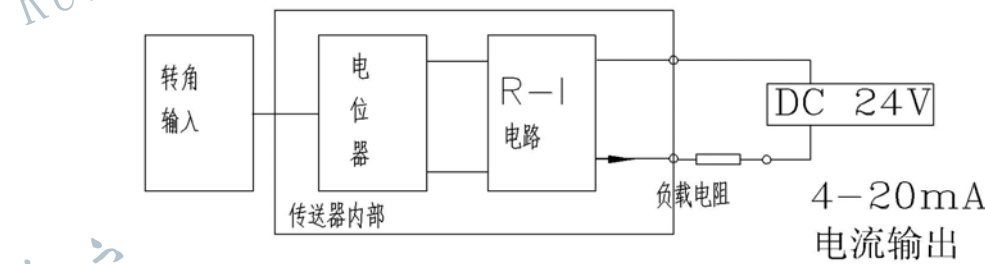

图 8 ZWCJ-03 型阀位传送器原理框图
c)、断电自锁原理:在气动自锁阀的基础上,增加一个两位三通电磁阀就可以实现电源自锁(如图 8 所示),当断电源时,电磁阀不动作,自锁阀的控制气源压力降到零,自锁阀闭锁,实现断电自锁保护,当恢复供电时,电磁阀动作,自锁阀控制气源接通,机构正常工作。
如图 8 所示,当断信号保护电路检测出电信号低于设定值时,本电路开关切断,使电磁阀不供电,使自锁阀不供气,实现断信号、断电源、断气源三断保护。当一切正常时,断信号保护电路的开关闭合,电磁阀通电,自锁阀正常供气。机构进入自动控制状态。
ZWCJ-03 阀位传送器由高性能的电位器及 R—I 电路组成。阀位传送器的输入轴带动电位器转动，改变其电阻，由内部电路实现 R—I 转换。输出 4-20mA 标准信号。其电路原理框图见图 8